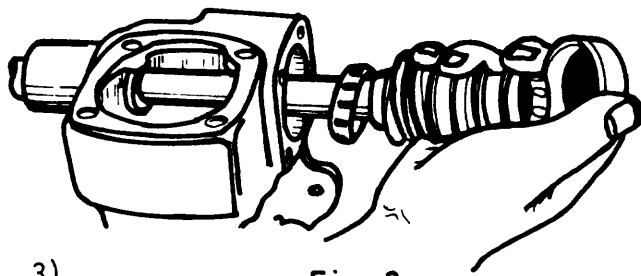

Fig. 3
- c Retire el sinfín (fig. 3).